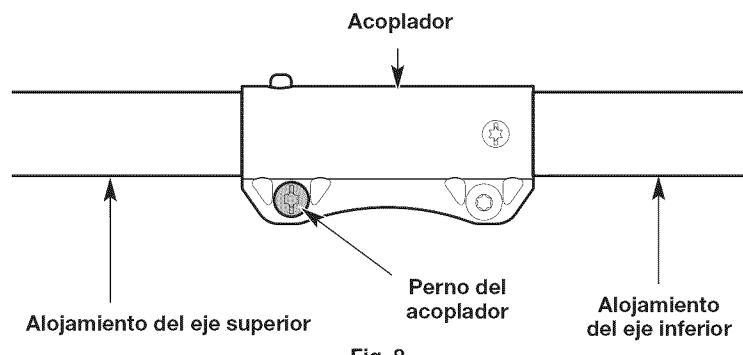

Fig. 8
3. Afloje el perno del acoplador con un destornillador de cabeza plana (Fig. 8).
7. Ajuste el perno del acoplador firmemente con un destornillador de cabeza plana (Fig. 8).